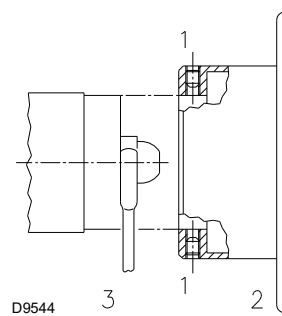

Fig. 21
- fixați-l cu cheia prin orificiul central al discului de stabilitate a flăcării sau slăbiți șuruburile 1)(Fig. 21);